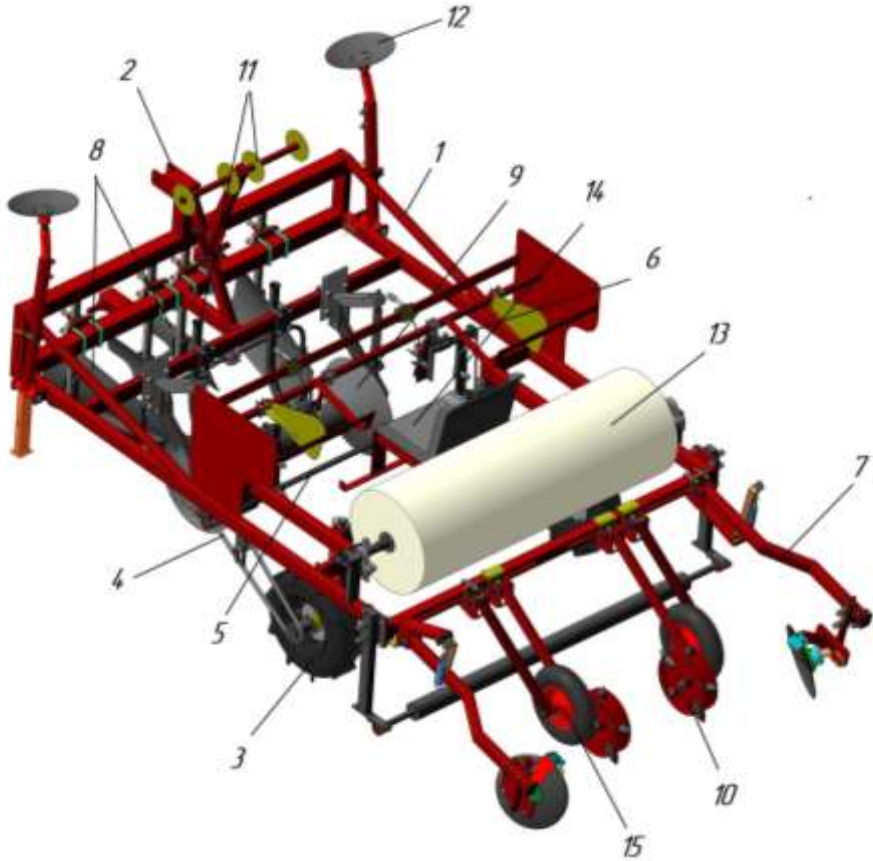

Рисунок 1 – Общий вид укладчика плёнки и тоннелей УПТ-1-01
3.1.1 Укладчик (рисунок 1) представляет собой навесную машину, состоящую из несущей рамы 1 на которой крепятся все остальные механизмы.